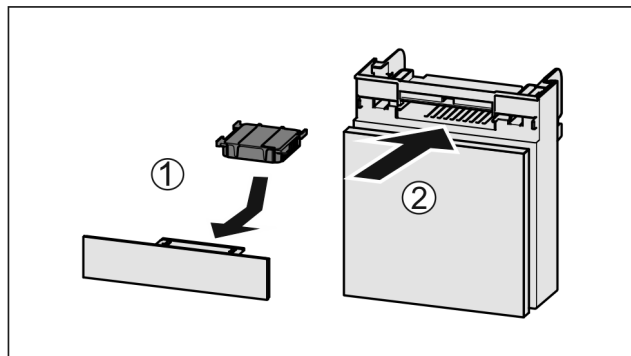

Fig. 116
- Sett inn Fig. 116 (1) aktivkullfilteret etter figuren.
- Skyv inn Fig. 116 (2) hyllen.